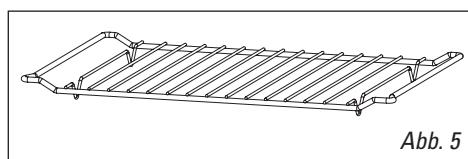

Abb. 5
- **Das Gitter (Abb. 5)** kann zum Toasten, Bräunen oder Grillen benutzt werden. Das Gitter darf unter keinen Umständen zusammen mit anderen Metallbehältern bei Mikrowellen, Grill + Mikrowellen oder Kochen mit Ventilator + Mikrowellenfunktion benutzt werden. Speisen in einer Aluminiumschale können jedoch erhitzt werden, wenn sie zur Trennung vom Gitter auf einen Teller gestellt wird.